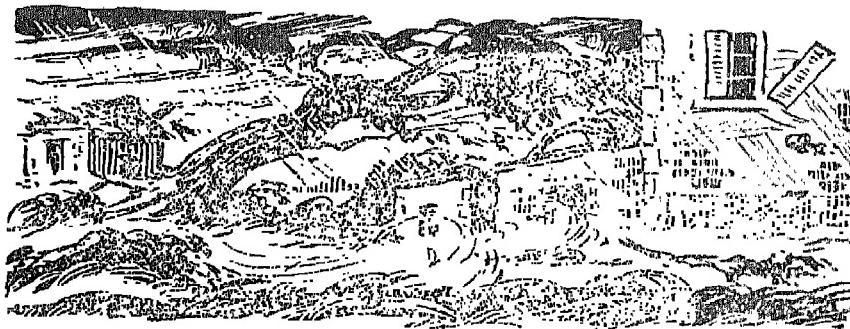

Fig. 3.— Un ouragan — Décrivez les effets de ce vent dont la vitesse atteint 200 kilomètres par heure.
2. **Vitesse.** — La *vitesse* ... on dit souvent la *force* ... du vent s'apprécie par ses effets sur les objets qu'il rencontre (fig. 3). Le tableau suivant (en haut de la p. 33) permet d'évaluer cette force comme le font les météorologues.
Ouragan.....	Déracine les arbres, renverse les cheminées, enlève les toits (fig. 3).